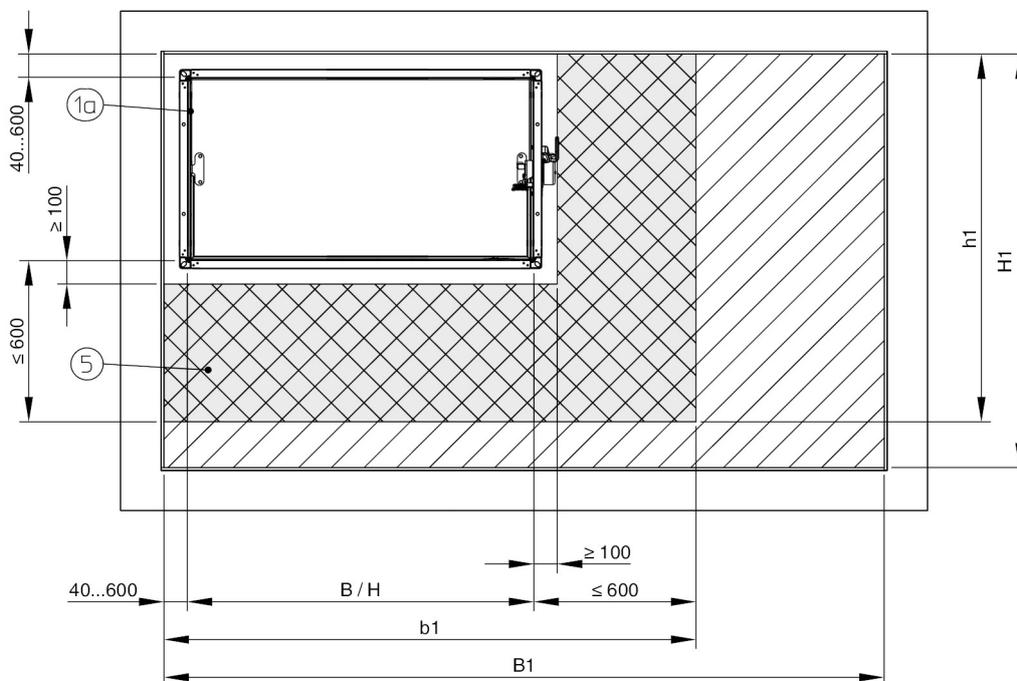
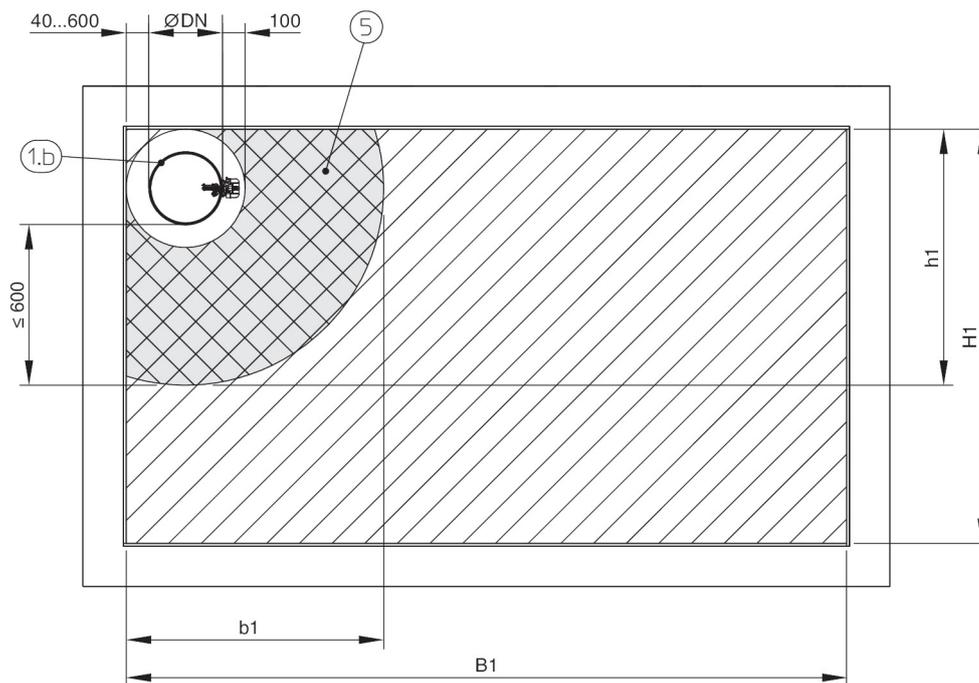

Abb. 3: Anordnung im Mischschott FK2-EU – Abstände zur ersten Durchführung
Abb. 4: Anordnung im Mischschott FKRS-EU – Abstände zur ersten Durchführung
Die maximale Schottgröße $B1 \times H1$ (3000×2000 mm), gilt nur bei Einhaltung der "600 mm Regel" Dies bedeutet, dass die erste Durchführung (keine brennbare Leitung) im Abstand ≤ 600 mm einzubauen ist. Sofern nicht vorhanden, ist die maximale Schottgröße ($b1 / h1$) auf die Abmessung der Brandschutzklappe und umlaufend 600 mm begrenzt. Siehe hierzu auch Abb. 3 und Abb. 4 (grau schraffierter Bereich).
- 3 Anordnung der Brandschutzklappen und der Durchführungen an beliebiger Stelle, sofern die Mindestabstände und die Abstände entsprechend Abb. 3 und Abb. 4 eingehalten werden